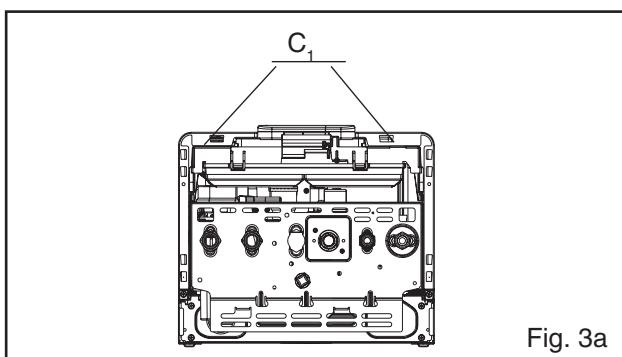
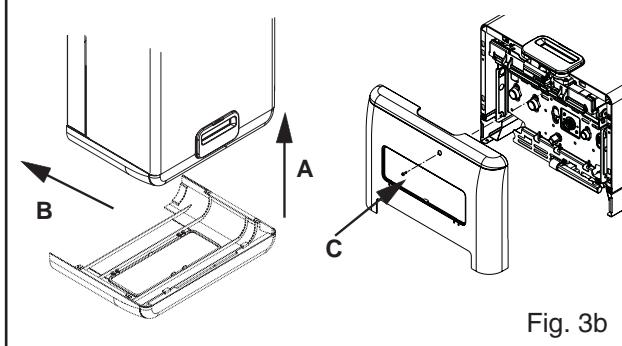

Fig. 3a
Fig. 3b
- 固定锅炉后, 移去螺丝 C₁ (Fig. 3a), 连接水管道和燃气管道, 放置下部盖板使其挂钩挂住锅炉下部开槽, 用螺丝 C 固定盖板。(Fig. 3b)